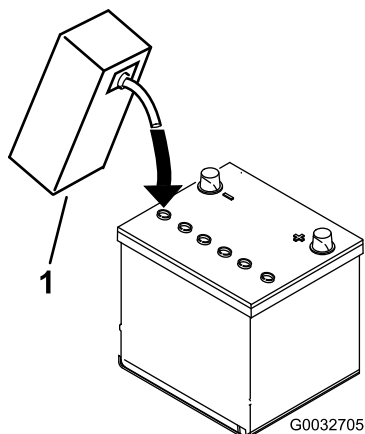

Figura 7
3. Encha cuidadosamente cada célula com eletrólito até as placas estarem cobertas com cerca de 6 mm de fluido (Figura 7).
4. Espere aproximadamente 20 a 30 minutos para que as placas fiquem embebidas em eletrólito. Se necessário, volte a colocar eletrólito até ficar cerca de 6 mm acima do fundo do depósito de enchimento (Figura 7).